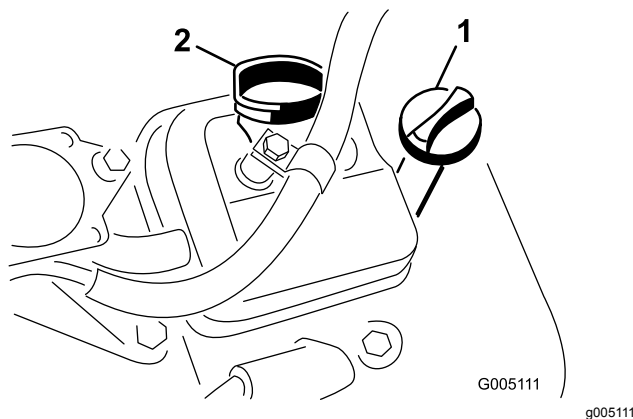

Рисунок 29
3. Вставьте и заверните масломерный щуп в трубку для щупа (**Рисунок 29**).